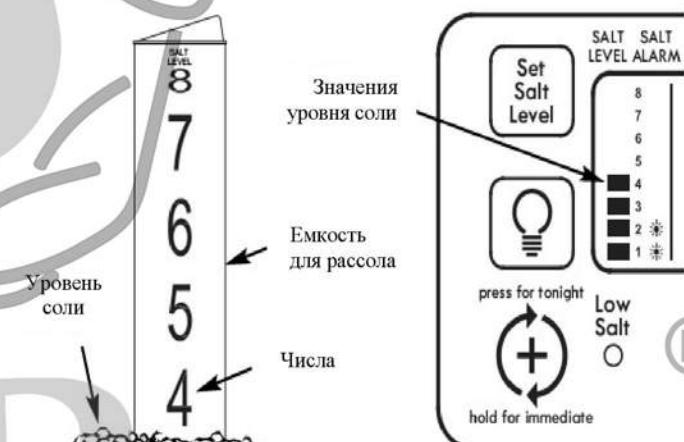

РИС. 11
2. Шкала уровня соли, на емкости для рассола внутри резервуара, имеет числа от 0 до 8 (смотрите Рис. 11). Соблюдайте самое высокое число, к которому близок уровень соли.
3. Нажмите кнопку УСТАНОВИТЬ УРОВЕНЬ СОЛИ столько раз, сколько требуется, для того, чтобы значения уровня соли совпадали с числами на емкости для рассола (смотрите Рис. 11). При уровне 2 или ниже будет мигать индикатор «Низкий уровень соли».